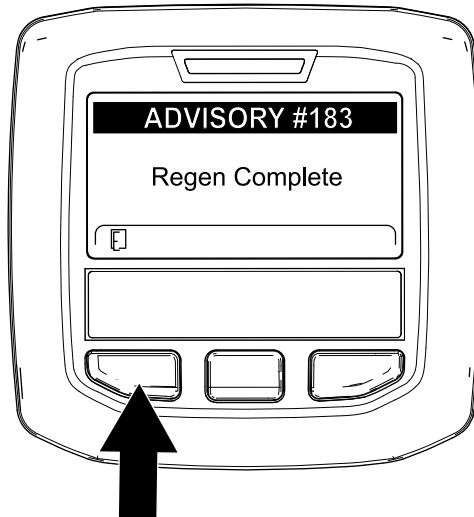

Рисунок 86
9. Когда компьютер двигателя завершает процесс стационарной или восстановительной регенерации, на дисплее инфо-центра появляется ИНФОРМАЦИОННОЕ СООБЩЕНИЕ № 183 (Рисунок 86). Для перехода на главный экран нажмите левую кнопку.
**Примечание:** Если регенерацию не удалось завершить, на дисплее инфо-центра появляется информационное сообщение № 184 (Рисунок 86). Для перехода на главный экран нажмите левую кнопку.